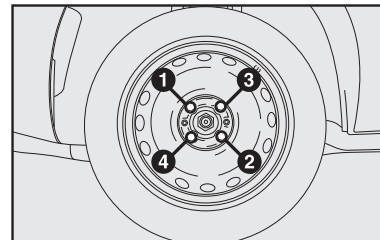

fig. 12
- Apertar bem os parafusos, passando alternadamente de um parafuso ao outro diagonalmente oposto, de acordo com a ordem ilustrada na **fig. 12**.